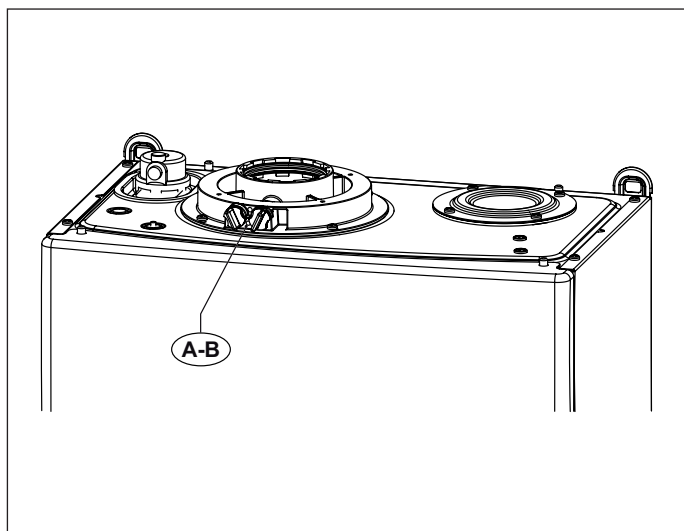
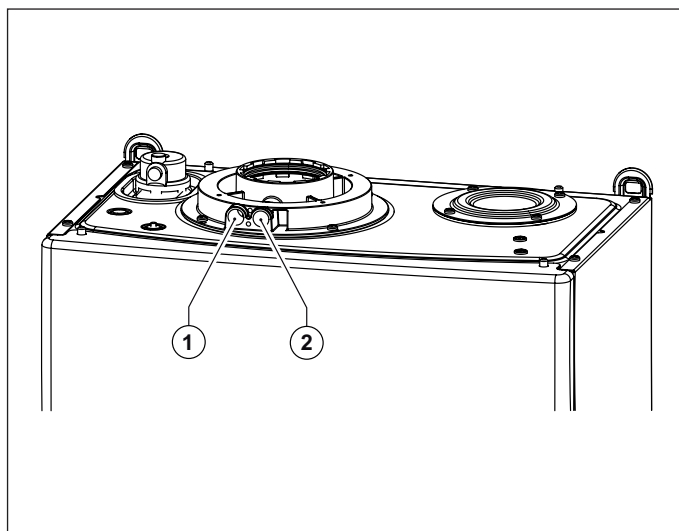

Fig. 14 Posizione tappi
Fig. 15 Posizione fori
La caldaia è provvista di una torretta per il collegamento della tubazioni di aspirazioni aria/scarico fumi (vedi Fig. 14 Posizione tappi e Fig. 15 Posizione fori).
Nella torretta sono stati predisposti dei fori per l'accesso diretto all'aria comburente ed allo scarico dei fumi (vedi Fig. 15 Posizione fori).
Prima di effettuare le misurazioni togliere i tappi **A** e **B** dai fori predisposti sulla torretta (vedi Fig. 14 Posizione tappi).
- misura dell'aria comburente prelevata nell'apposito foro **1** (vedi Fig. 15 Posizione fori).
- misura della temperatura fumi e della CO₂ prelevata nell'apposito foro **2** (vedi Fig. 15 Posizione fori).